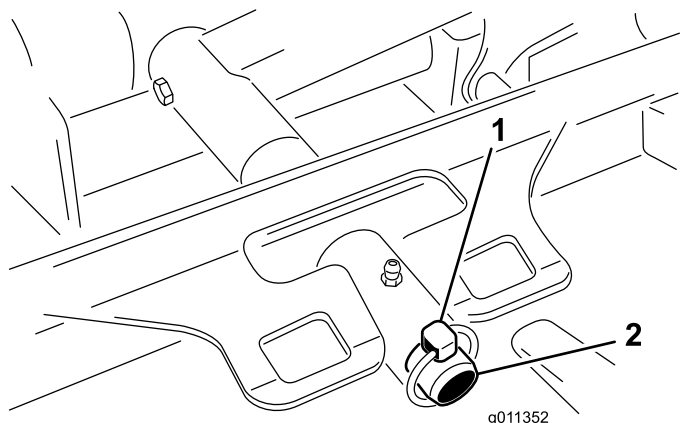

Figura 98
3. Retire o pino de sujeição (para máquinas Groundsmaster 4500) ou porca de bloqueio (para máquinas Groundsmaster 4700) que fixa a estrutura de suporte da plataforma ao pino da articulação do braço de elevação (Figura 98).
2. Deslize a estrutura de suporte da plataforma até que esta fique sobre o pino da articulação do braço de elevação (Figura 98). Prenda a plataforma ao pino com o pino de sujeição (para máquinas Groundsmaster 4500) ou a porca de retenção (para máquinas Groundsmaster 4700).